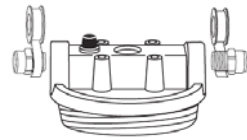

Figura 4
6. Envuelva con cinta de Teflon® (2 1/2 vueltas) alrededor del accesorio de 3/8" (0,95 cm) en el sentido de las manecillas del reloj y asegúrela contra la cabeza del filtro (ver Figura 4). No utilice sellador para tubos (acetato), puesto que los solventes de algunos tipos de acetatos para tubos podrían hacer que se dañen los accesorios plásticos.